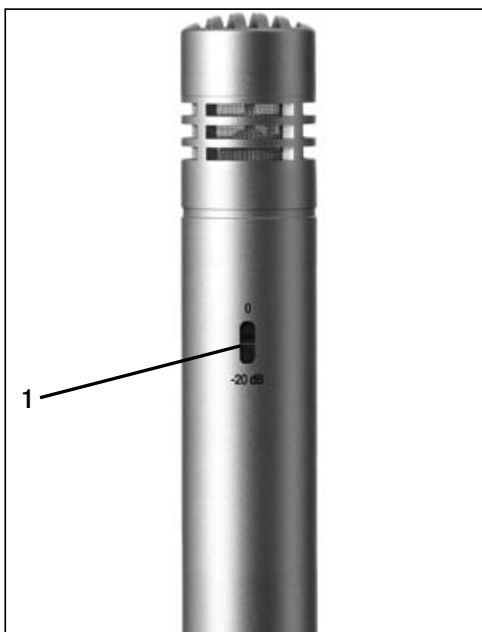

Fig. 1 : Commutateur de pré-atténuation (1) au dos du PERCEPTION 170.
- **Pré-atténuateur de sensibilité commutable** : Le commutateur de pré-atténuation (1) au dos du microphone (voir fig. 1) permet d'augmenter de 20 dB la marge avant saturation pour un enregistrement de proximité exempt de distortions. Le pré-atténuateur de sensibilité permet d'éviter que le niveau de sortie du microphone